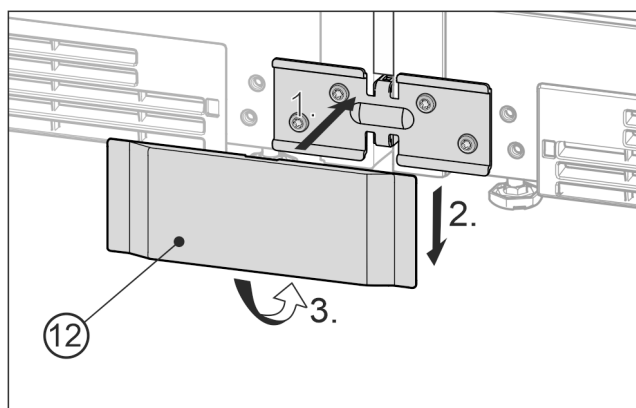

Fig. 25 Shembull ilustrues
- ▶ Vendosni kapakun mbulues Fig. 25 (12) të poshtëm nga përpara mbi profil Fig. 25 (1), shtyjeni poshtë Fig. 25 (2) dhe mbërthejeni me kapje nga poshtë Fig. 25 (3).